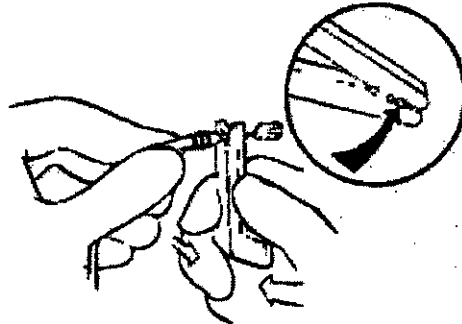

Figura 15. Colocación de las pinzas en la clavija de conexión.
3. Junte las dos patillas de las pinzas de fijación y coloque el orificio más distal de las pinzas en la clavija de conexión (Figura 15).